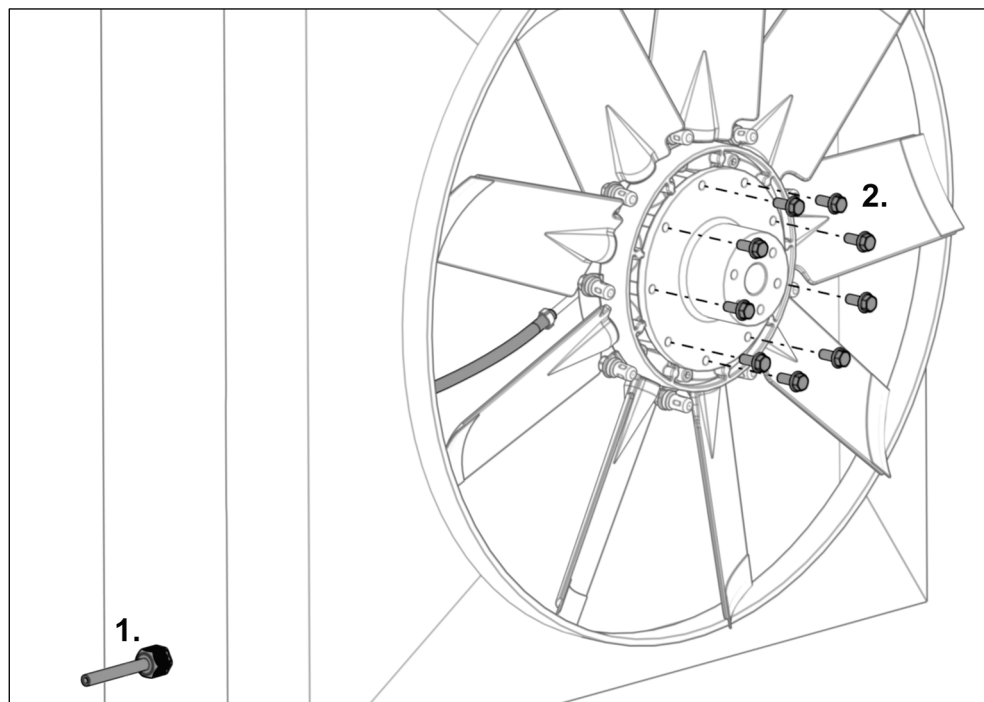

Рис. 30
- 20) Пропустить напорный шланг через зажимную муфту (см. Рис. 30, этап 1).
- 22) Завернуть от руки установочные винты из комплекта поставки (см. Рис. 30, этап 2).